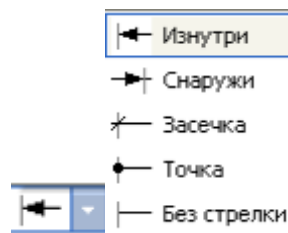

Рисунок 6.5 – Выбор стрелок размера
2)- список, позволяющий выбрать вид первой и второй стрелок размера (рисунок 6.5).